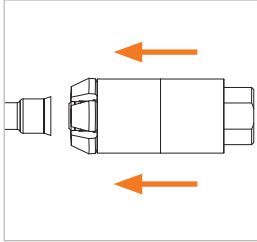
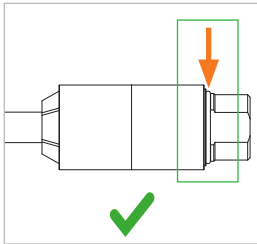
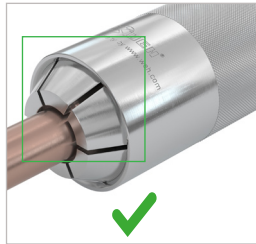
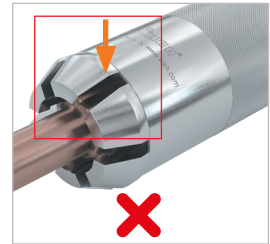

Figure 2
Figure 3
Figure 4
Figure 5
- ▶ Faire glisser le connecteur sur le manchon coulissant (pos. 1) vers l'avant sur la pièce d'essai (Figure 2). Le connecteur doit s'enclencher avec un clic audible. La bague d'arrêt doit être visible (Figure 3) et les bords extérieurs du diamètre externe des mâchoires de serrage ne doivent plus être visibles (Figure 4 et Figure 5). La vanne d'arrêt intégrée, si elle existe, s'enfonce lors du raccordement du connecteur. **Attention:** Si le connecteur ne s'emboîte pas, les bords extérieurs du diamètre externe des mâchoires de serrage sont visibles ou la bague d'arrêt n'est pas, cela indique que le connecteur n'est pas correctement raccordé. Le connecteur peut se détacher et le fluide s'échapper.